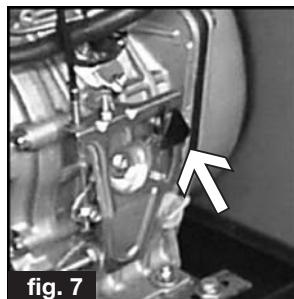

fig. 7
1) Versões W180 (Motor YANMAR): Colocar o comando do acelerador, situado NÃO motor (ver fig. 7) para cima; aguardar o completo desligamento do motor, colocar novamente a chave na posição "OFF".